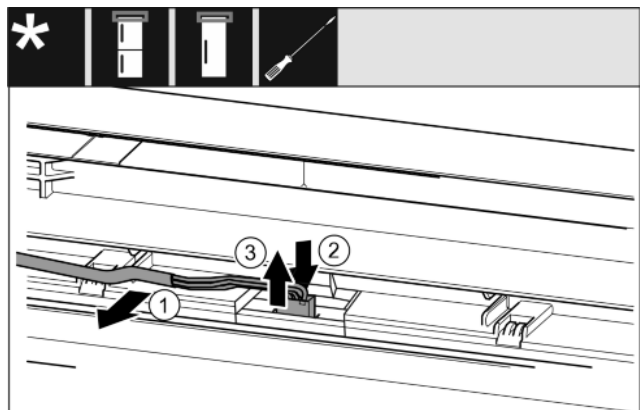

Fig. 16
- ▶ Graues Kabel vorsichtig aus der Führung in der Tür lösen. Fig. 16 (1)
- ▶ Lasche hinter dem Stecker nach hinten drücken. Fig. 16 (2)
- ▶ Stecker vorsichtig nach oben herausziehen. Fig. 16 (3)